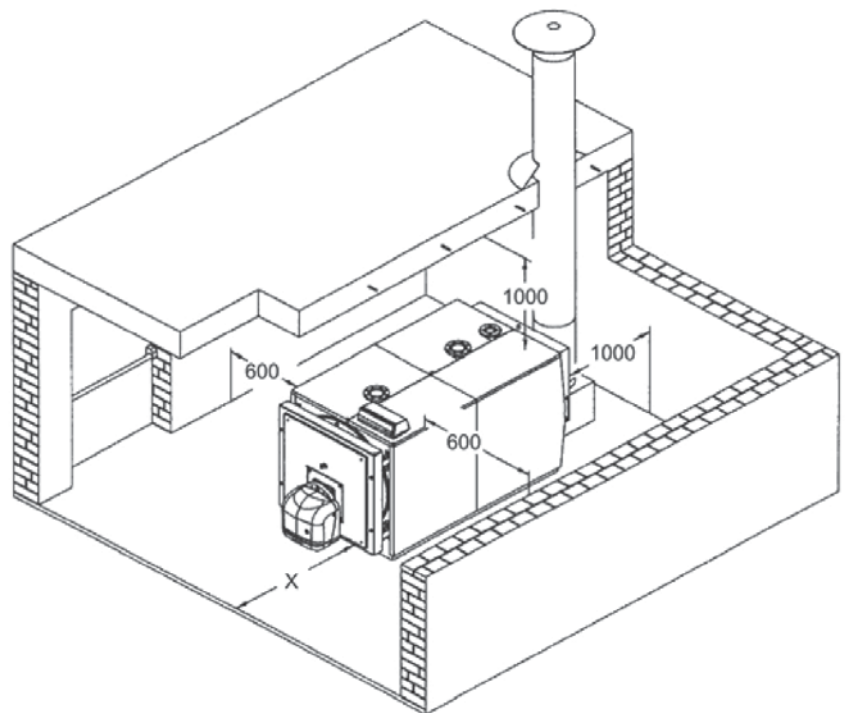

fig. 6
5.3 Local de instalación (Fig.6)